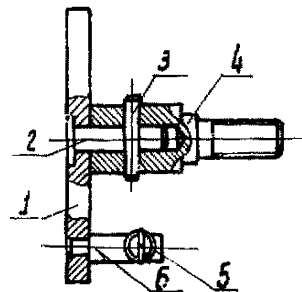

Рис.20. Защелка:
- а) выработку на рабочей поверхности зуба собачки 1 (рис. 20);